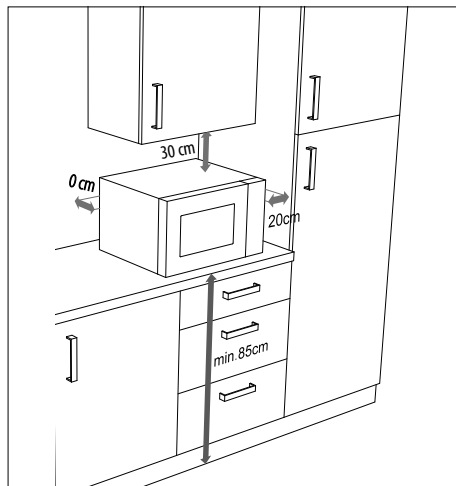

Fig. 2 – Distancias de aparato
- ▶ Se deben observar las distancias indicadas en «Fig. 2 – Distancias de aparato» para asegurar una buena ventilación. El distanciador de la pared posterior del aparato debe tocar la pared. Este garantiza que se mantiene la distancia correcta al colocar el microondas.